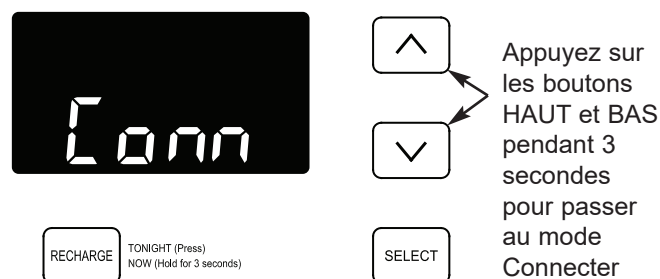

FIG. 33
3. Sur le panneau avant de l'adoucisseur (cf. Fig. 33), appuyez en même temps sur les boutons Δ HAUT et ∇ BAS pendant 3 secondes.
4. Relâchez les boutons lorsque « Conn » apparaît à l'écran (cf. Fig. 33) et le voyant jaune de l'état connexion au-dessus du panneau de commande commence à clignoter.